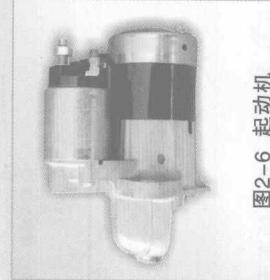

图2-6 起动机
7) 更换了起动机，车子很快就起动了。起动机如图2-6所示。